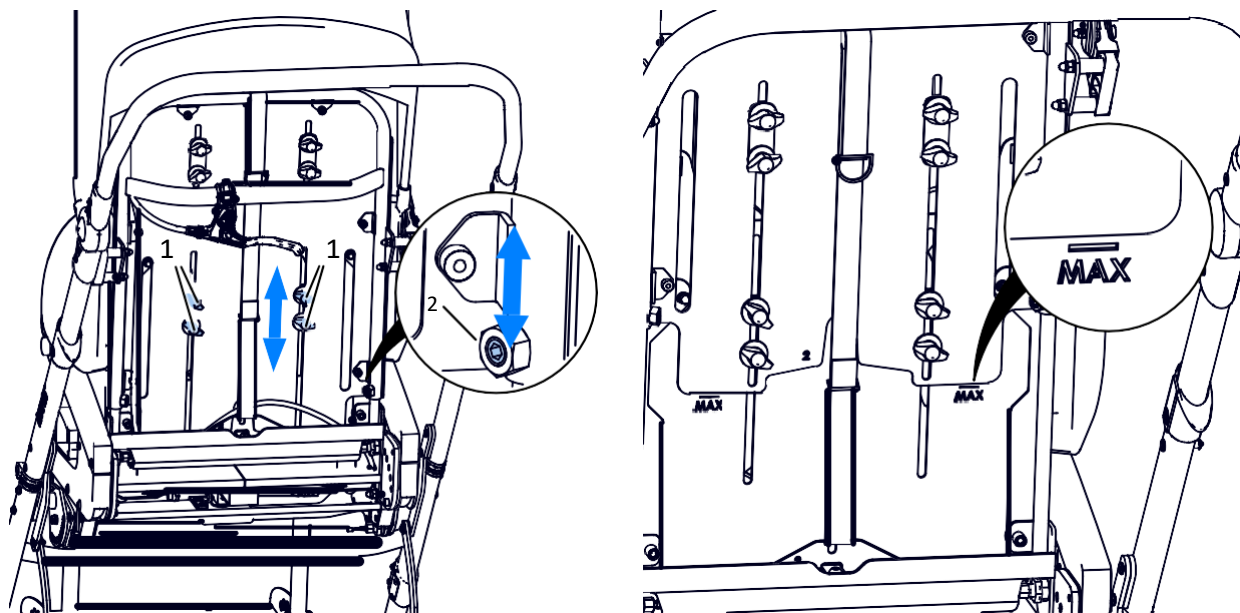

Fig. 17
Per regolare l'altezza dello schienale Fig. 17 è necessario allentare le manopole di blocco (1) degli stabilizzatori toracici e le viti di bloccaggio (2). Quindi regolare l'altezza desiderata dello schienale, e bloccare serrando le viti (2). Regolare la posizione corretta degli stabilizzatori toracici e serrare le manopole (2) che bloccano gli stabilizzatori. L'estensione massima dello schienale è indicata dal marcatore MAX. Durante l'estensione dello schienale, in prossimità della posizione massima consentita, verrà visualizzato il marcatore MAX. È inaccettabile estendere lo schienale oltre il segno del marcatore MAX.